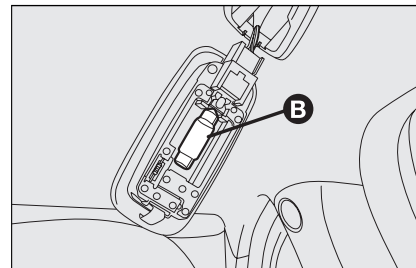

Рис. 39
- ☐ извлеките лампу **В, рис. 39**, из боковых контактов и замените ее, проверьте, что новая лампа надежно закреплена между контактами.